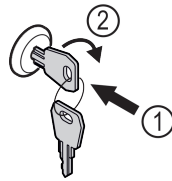

Fig. 179
- Schlüssel hineindrücken. Fig. 179 (1)
- Schlüssel um 90° im Uhrzeigersinn drehen. Fig. 179 (2)